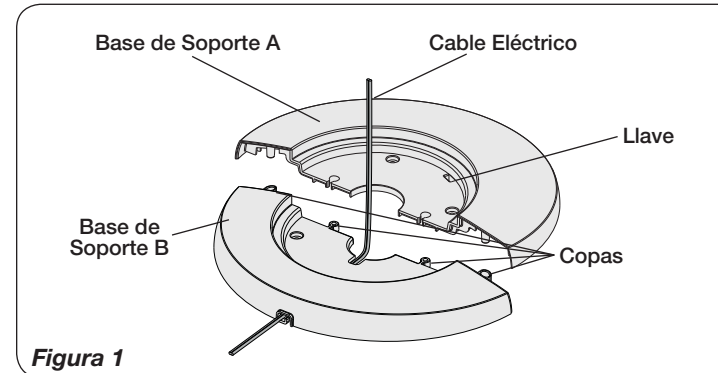

Figura 1
2. Arme las **Bases de Apoyo** interconectando las salientes en la **Base de Apoyo A** dentro de los Orificios de salientes en la **Base de Apoyo B**. Introduzca el **Cable Eléctrico** a través del orificio grande en el centro de la **Montura de la Base de Apoyo**. (Figura 1)